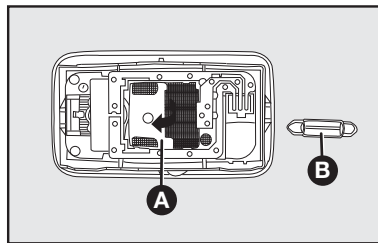

fig. 23
- abra la tapa **A-fig. 23**, en el sentido indicado por la flecha;
- saque la lámpara **B-fig. 23**, presionándola ligeramente hacia la derecha y luego tirando hacia arriba, y sustitúyala;